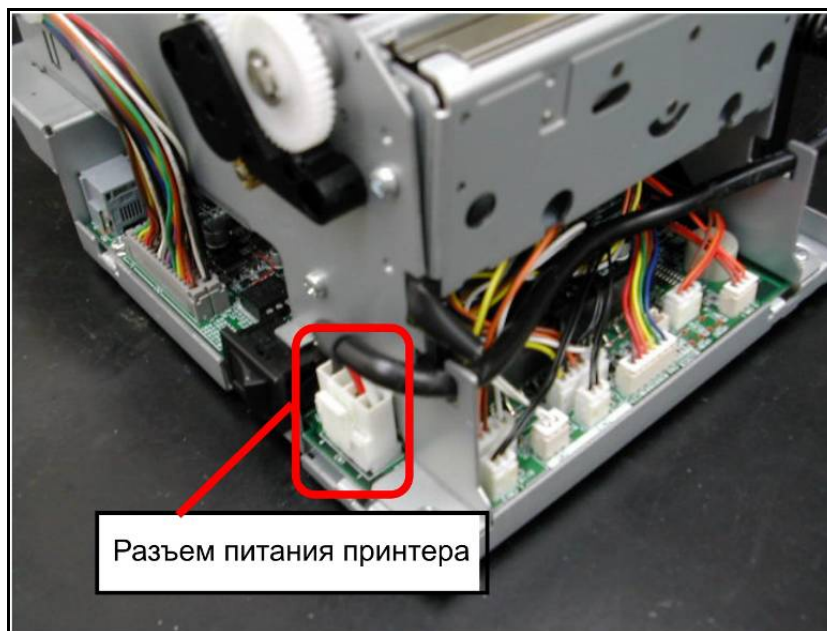

Рисунок 16 – Разъём питания принтера. Положение кабеля.
- 2.4.6. Подключите кабель питания принтера (см. Приложение 2) одним концом к разъему ХТ5 БУ, другим концом к разъему питания принтера. Уложите кабель (см. рис. 16).